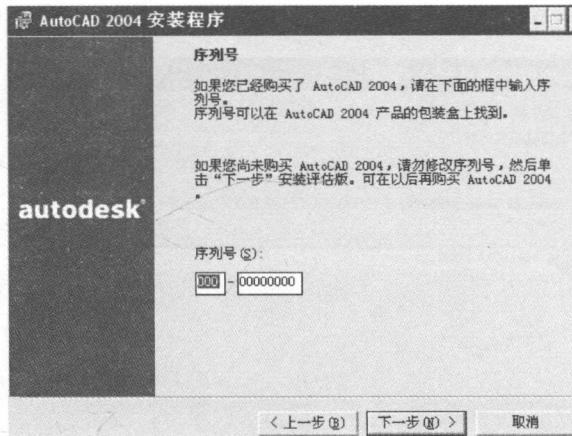

图 1-4
③安装向导将提示用户输入产品序列号和密钥(可在产品包装中找到它们),如图 1-4 所示。